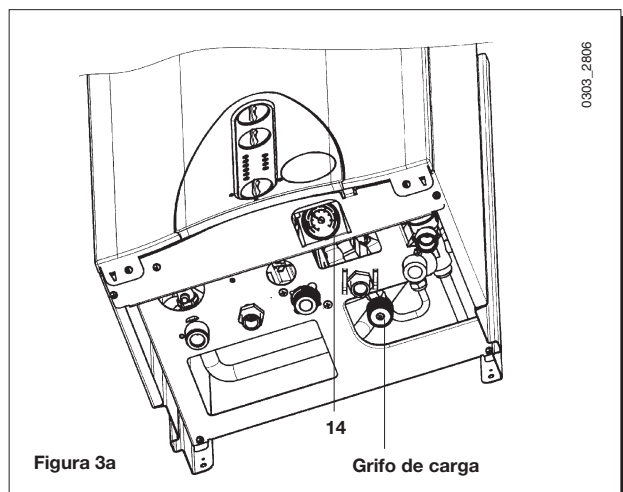
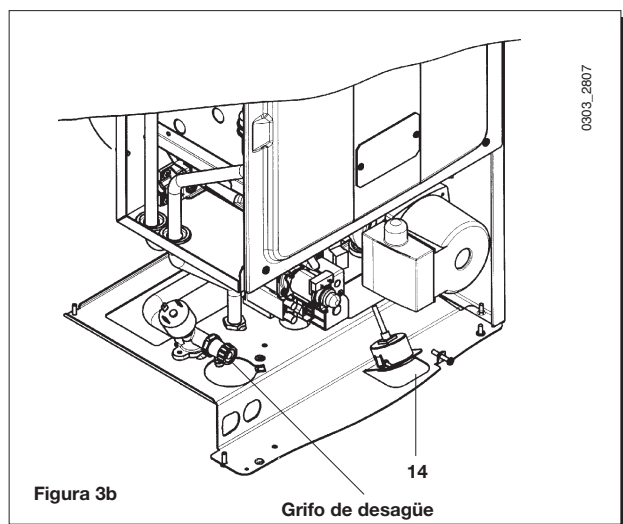
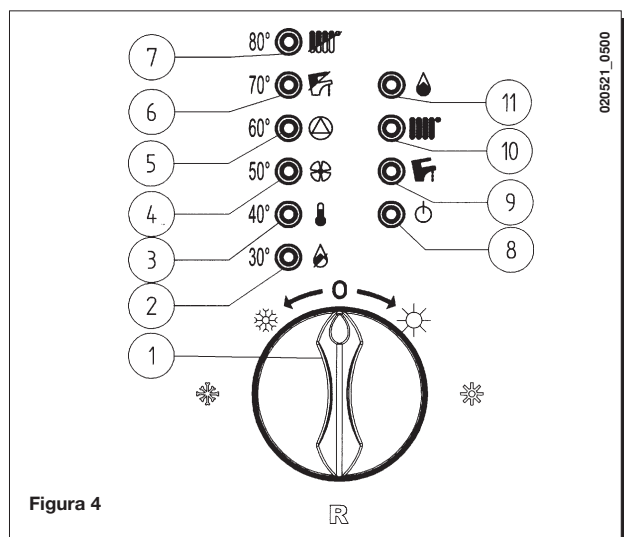

Figura 3a
Figura 3b
Figura 4
En este caso se aconseja repetir las operaciones de encendido, hasta que el gas llegue al quemador, ubicando momentáneamente el botón (1) en (R) (véase también figura 4).
Importante: Controlar periódicamente que la presión, leída en el manómetro (14), con instalación fría, sea 0,7 - 1,5 bar. En caso de sobrepresión obrar sobre el grifo de desagüe caldera (figura 3b). Si es inferior, obrar sobre el grifo de carga de la caldera (figura 3a). Se aconseja abrir dicho grifo de manera muy lenta para facilitar la purga del aire. Durante esta operación es necesario que el selector Verano/Invierno (ref. 1 de figura 4) esté en la posición OFF (0).